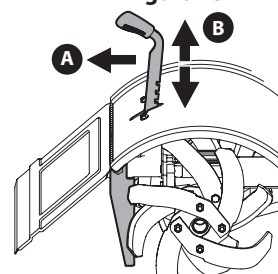

Figura 14
3. Mueva la palanca del regulador de profundidad totalmente hacia abajo a la posición "de desplazamiento", de modo que los dientes estén separados del suelo. Para cambiar el ajuste de profundidad, tire hacia atrás de la palanca del regulador de profundidad (A) y coloque hacia arriba o hacia abajo (B), luego libere la palanca (C) para asegurar en la posición deseada. Consulte la Figura 14 y 14.